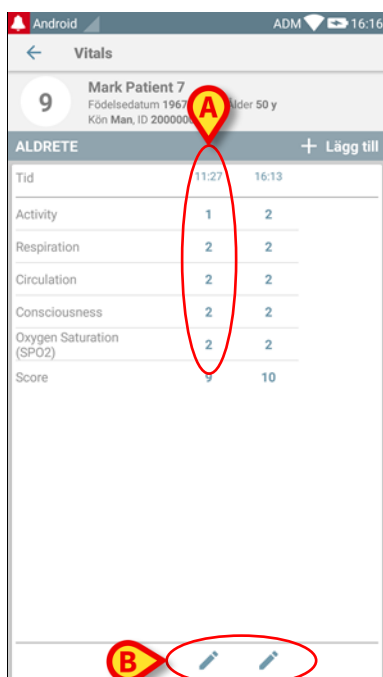
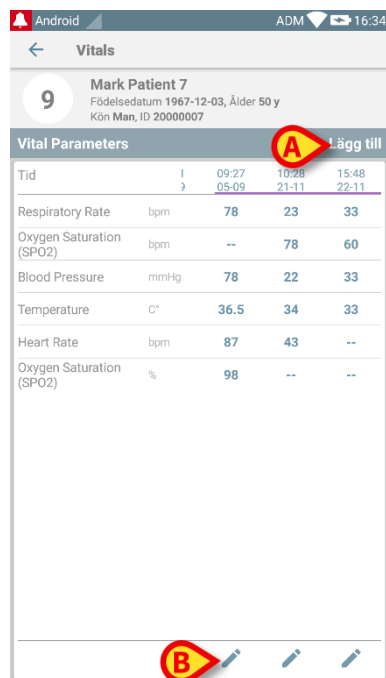

Fig. 51
Fig. 57
Med pilen (Fig. 50 **A**) går det att visa tidigare data. Se till exempel Fig. 51:
För varje post (d.v.s. en uppsättning av värden) visas datum och tid upptill. De registrerade värdena visas nedtill. Se till exempel kolumnen i Fig. 51 **A**.
Ikonen av ett lås i Fig. 51 **B** innebär att motsvarande poäng inte kan redigeras. I annat fall visas en ikon av en penna (se till exempel Fig. 57).
Den nya uppsättningen av värden visas i en specifik sammanfattande skärmbild. Funktionerna på skärmbilden beror åter igen på den insamlade typen av datauppsättning. Se Fig. 57 för ett exempel (Vitala parametrar).
- Tryck på **Lägg till** på denna skärmbild för att lägga till ännu en uppsättning av data (Fig. 57 A).
- Använd ikonen av pennan för att redigera data för en befintlig uppsättning (Fig. 57 **B**).